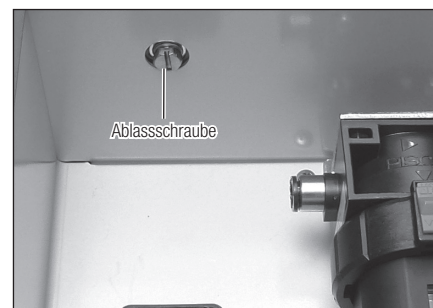

Abb. 3
- Stellen Sie sicher, dass die Ablassschraube an der Unterseite der Einheit fest angezogen ist, bevor das Wartungsöl eingefüllt wird. Wenn die Schraube locker ist, kann Öl auslaufen (Abb. 3).